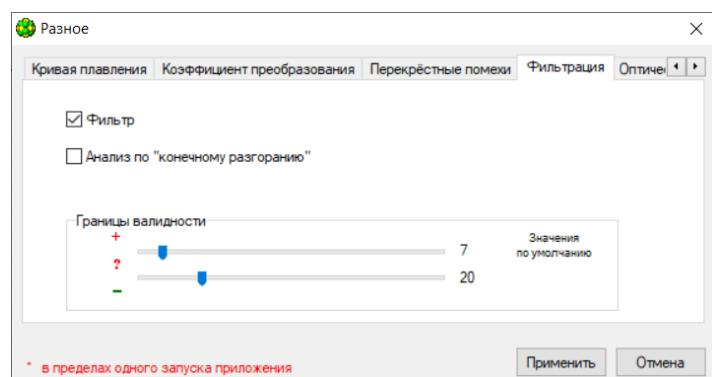

Рис.6 Вкладка «Фильтрация»
**Фильтрация:** наличие цифрового фильтра при анализе исходных данных и использование дополнительного анализа по конечному «разгоранию». Определены границы валидности при описании сигмоидой ПЦР-кривой (Рис.6).